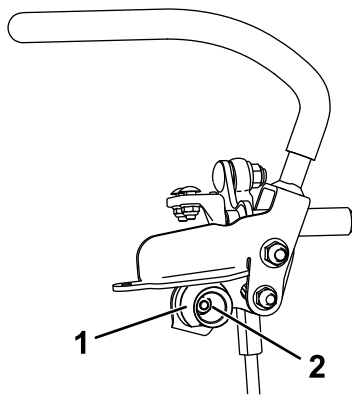

Figure 43
6. Desserrez l'écrou de fixation de la came (Figure 43).